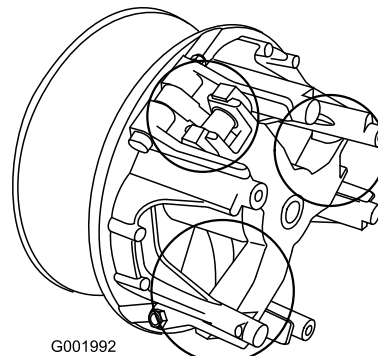

Figura 57
5. Lubrifique as peças móveis nas áreas assinaladas com um círculo em Figura 57 utilizando o Dry Lubricant Spray da Toro, disponível no revendedor ou distribuidor autorizado Toro.